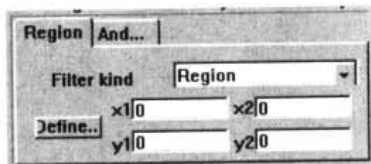

图 10-74 规则范围设置为指定区域
- **Region:** 指定区域。选择此项后, 规则适用范围为指定的区域, 系统要求输入区域的坐标范围, 如图 10-74 所示。单击 Define 按钮, 将立即切换到 PCB 工作窗口, 光标变为十字, 可用光标选定规则的适用范围。